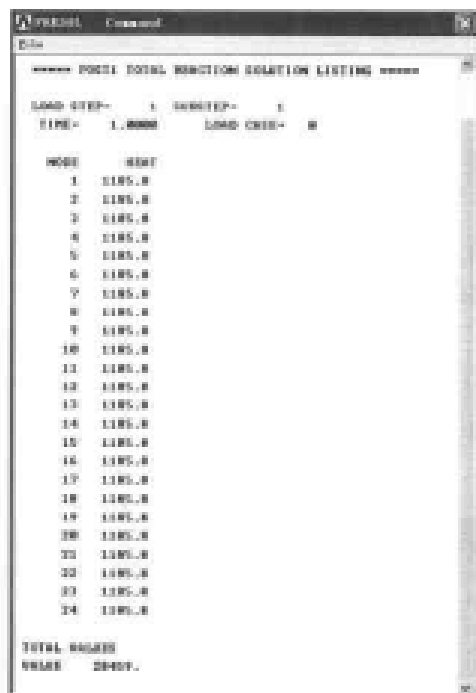
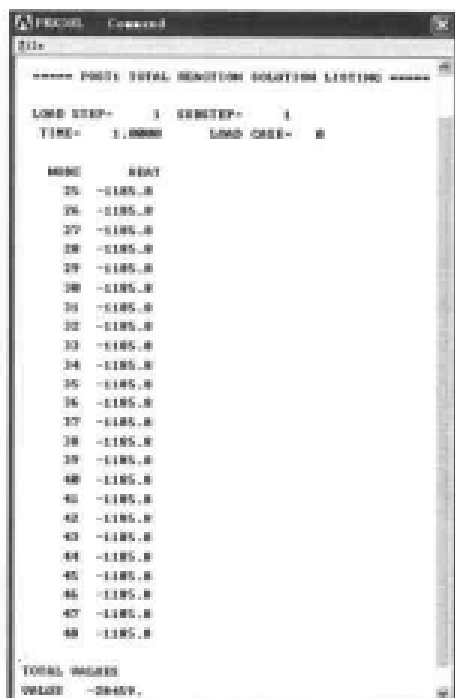

图 11-32 内圆周各节点辐射换热量列表显示
图 11-33 外圆周各节点辐射换热量列表显示
(4) 选择 Main Menu | General Postproc | List Results | Reaction Solu 命令, 出现 List Reaction Solution 对话框, 采用其默认设置, 单击 OK 按钮, ANSYS 显示窗口将列表显示内圆周上所有节点辐射换热量, 如图 11-32 所示。
(5) 选择 Utility Menu | Select | Entities 命令, 出现 Select Entities 对话框。在第 1 个下拉列表框中选择 Lines 选项, 其余选项采用默认设置, 单击 OK 按钮, 出现 Select Lines 菜单, 在文本框中输入 5, 6, 7, 8, 单击 OK 按钮关闭该菜单。
(6) 选择 Utility Menu | Select | Entities 命令, 出现 Select Entities 对话框。在第 1 个下拉列表框中选择 Nodes 选项, 在第 2 个下拉列表框中选择 Attached to 选项, 在第 3 个选项组中选中 Lines,all 单选按钮, 单击 OK 按钮关闭该对话框。
(7) 选择 Main Menu | General Postproc | List Results | Reaction Solu 命令, 出现 List Reaction Solution 对话框, 采用其默认设置, 单击 OK 按钮, ANSYS 显示窗口将列表显示外圆周上所有节点的辐射换热量, 如图 11-33 所示。
(8) 选择 Utility Menu | File | Exit 命令, 出现 Exit from ANSYS 对话框, 选择 Quit-No Save! 单选按钮, 单击 OK 按钮, 关闭 ANSYS。